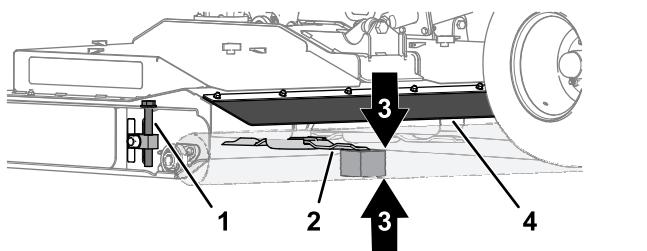

Рисунок 80
1. Находясь в задней части деки газонокосилки, поднимите заднюю заслонку и вставьте деревянный бруск толщиной 51 мм между задним концом среднего ножа газонокосилки и землей (Рисунок 80).